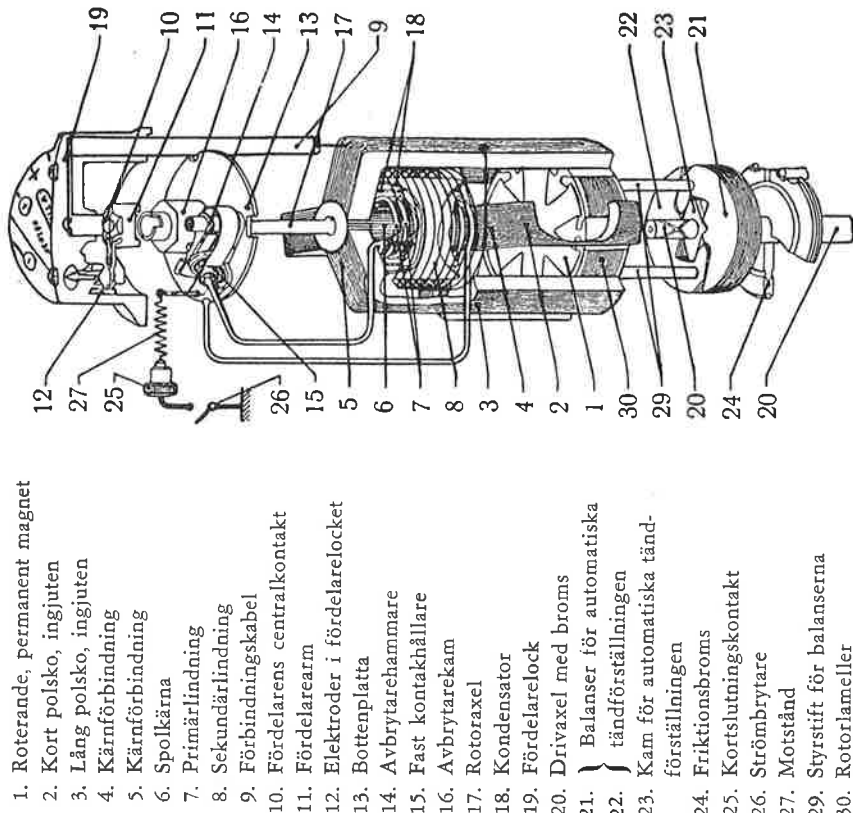

Fig. 10
Magnetapparaten utgöres av en Scintilla "Vertex" fig. 10 eller en Wipac, av vertikaltyp och arbetar på följande sätt. Den roterande permanenta magneten av koboltstål (1) alstrar vid polskorna (2 och 3) ett växlande magnetiskt fält, som sluter sig över kärnförbindningarna (4 och 5). Detta växlande fält flyter genom spolkärnan (6) och inducerar i den stillastående primärlindningen (7) en lågspänd ström. Då avbrytarekontaktarna hastigt öppnas, induceras i sekundärlindningen (8) en högspänd ström, som ledes till fördelarens centralkontakt genom kabeln (9). Fördelarmen (11) leder strömmen vidare till de olika elektrodena (12), varifrån strömmen i ordningsföljd ledes över till tändstiften.